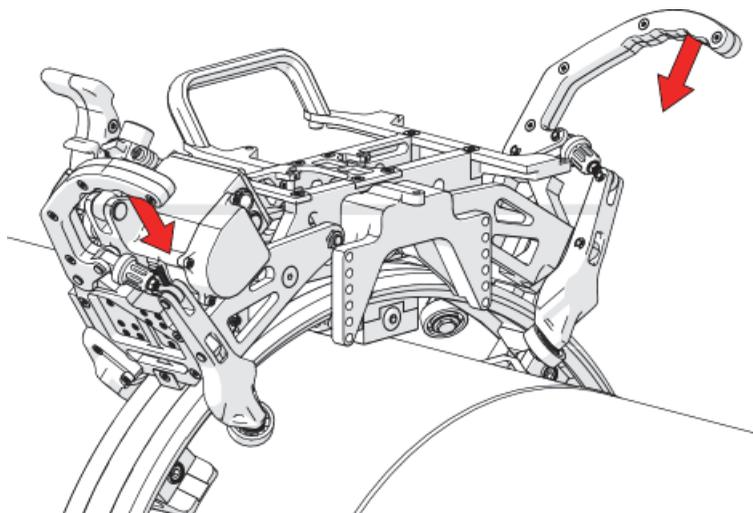

图1-34 锁定环形带夹钳杆
4. 压低环形带夹钳杆，将夹钳锁定到环形带上（参见第50页的图1-34）。